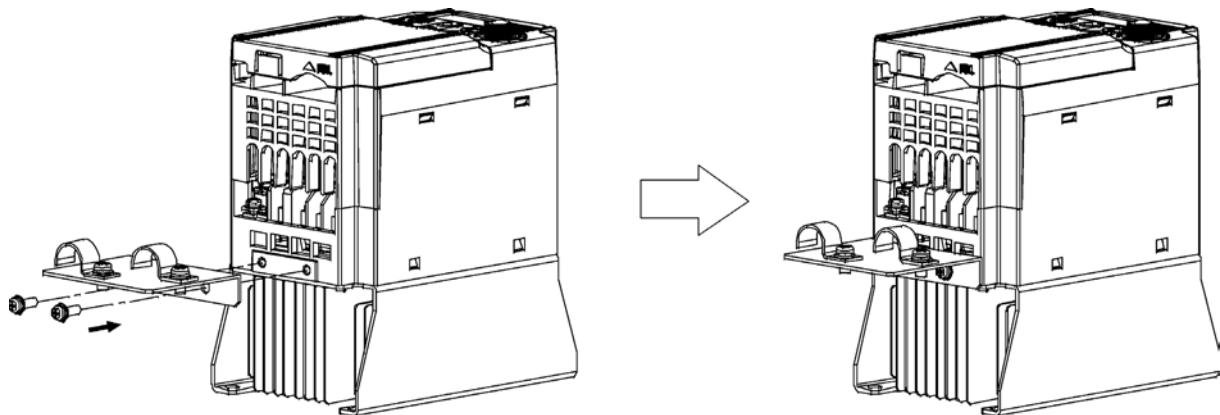

Bild 11-3-1 Befestigung des EMV-Erdungsflansches
- 1) Montieren Sie den EMV-Erdungsflansch (im Lieferumfang des Frequenzumrichters enthalten) mit Schrauben am Frequenzumrichter, um die Drahtabschirmung(en) zu erden. (Siehe Bild 11-3-1)